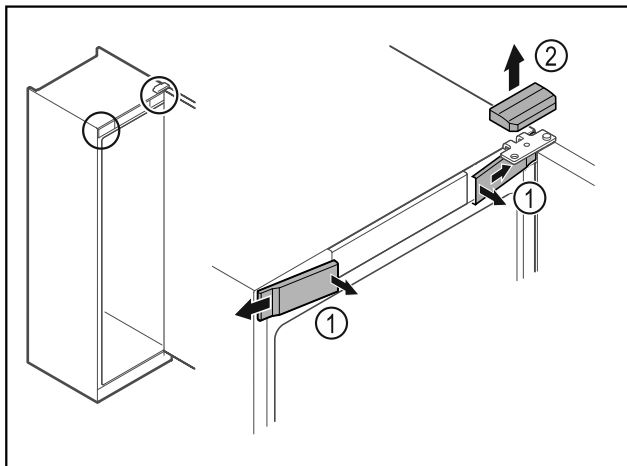

Fig. 8 *
- ▶ Trekk de innvendige dekslene foran Fig. 8 (1) ut av stilling, og ta dem av sidelengs.*
- ▶ Trekk det øvre dekselet Fig. 8 (2) opp og av.*